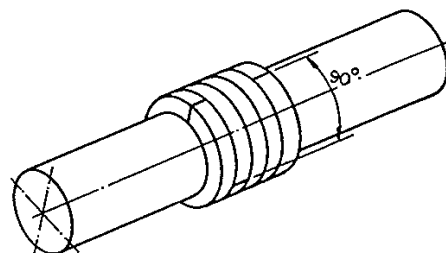

Fig. 17 - Posición de los anillos desplazados 90° uno del otro
- Proceder al montaje en la secuencia invertida a la del desmontaje, introduciendo cada pieza en el interior de la cámara del prensaestopas con la ayuda de la brida del mismo. Los anillos de la empaquetadura deberán ser montados de forma que sus extremos queden desplazados a 90° uno del otro. (Vea fig.17).